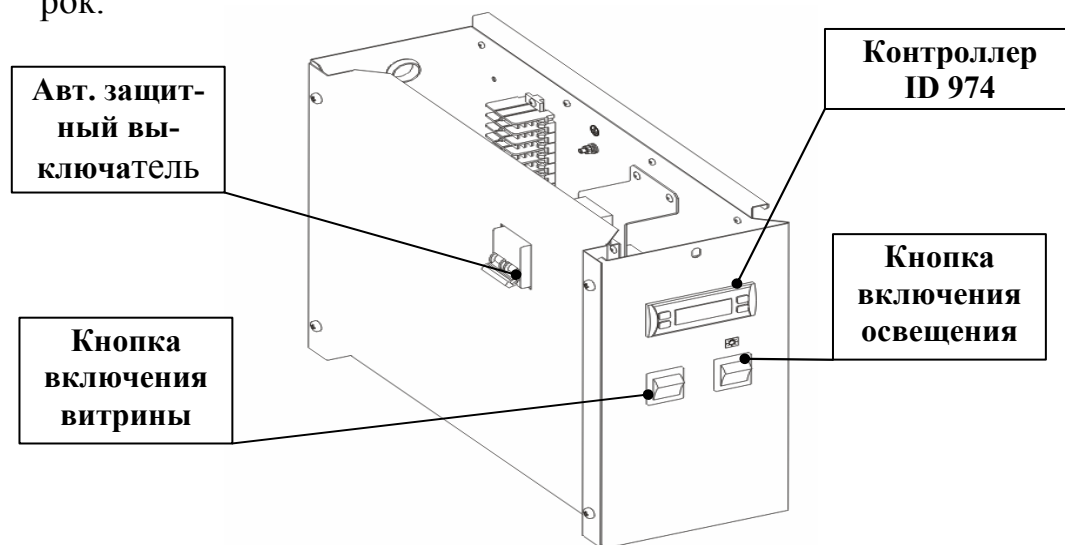

Рис. 2. Пульт управления витрины «Нарочь» ВН
- Электрическая система состоит: из пульта управления, нагревательных элементов (служат для электрической оттайки испарителя, подогрева стеклопакета, столешницы и боковин) и встроенного верхнего светильник. На пульте управления находятся (см. рис. 2): выключатель питания, выключатель освещения, электронный регулятор (контроллер), защитный автоматический выключатель, блок силового электрооборудования